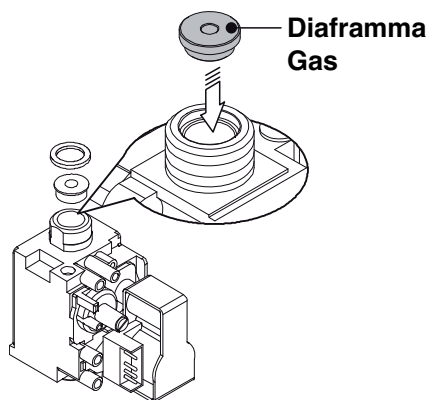

Figura 8.3
- Eseguire la trasformazione del tipo di gas sostituendo correttamente il diaframma gas Figura 8.3, facendo riferimento alla sezione "Dati tecnici" pag. 22.